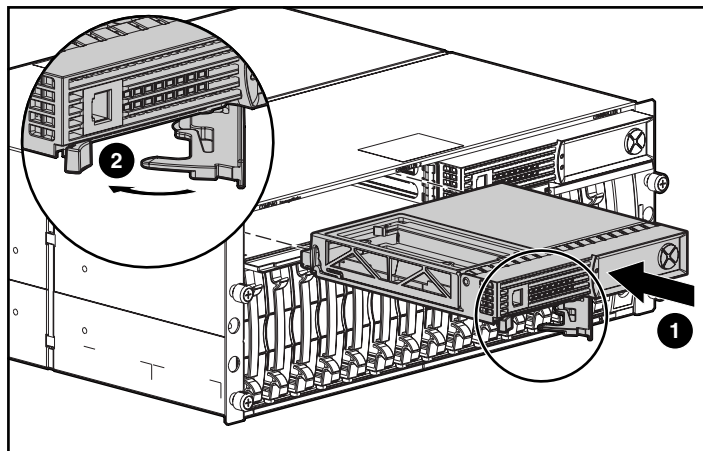

図 4: 交換用コントローラを挿入する
3. 図 4 に示すように、交換用コントローラをシャーシに挿入します ①。